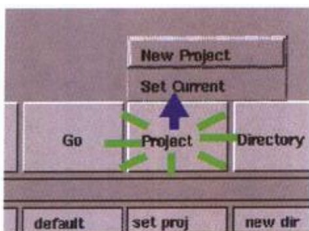

图 1-5
(3) 在文件浏览器的右下角有 6 个菜单按钮, 单击并按住 Project 按钮, 显示 Project 菜单。移动到 Set Current 项, 释放鼠标, 如图 1-5 所示。